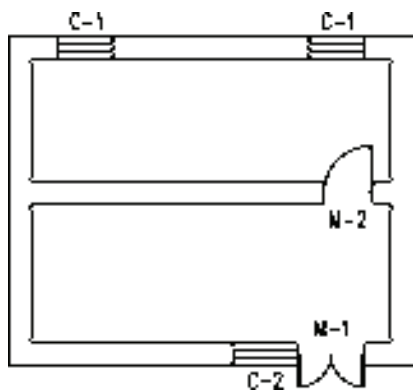

图 5-11 打开素材
1) 按〈Ctrl+O〉组合键，打开配套光盘提供的“第 5 章/5.1.2 组合门窗.dwg”素材文件，结果如图 5-11 所示。